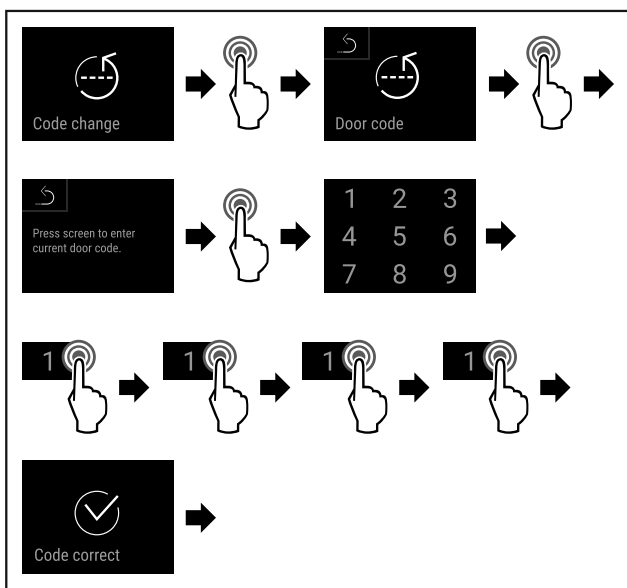

Fig. 91
- ▶ Eseguire i passi (vedere Fig. 91).